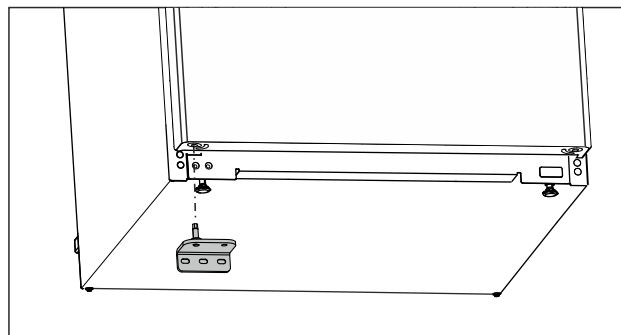

Fig. 21
- ▶ Unteren Lagerbock auf der Gegenseite einsetzen. (siehe Fig. 21)